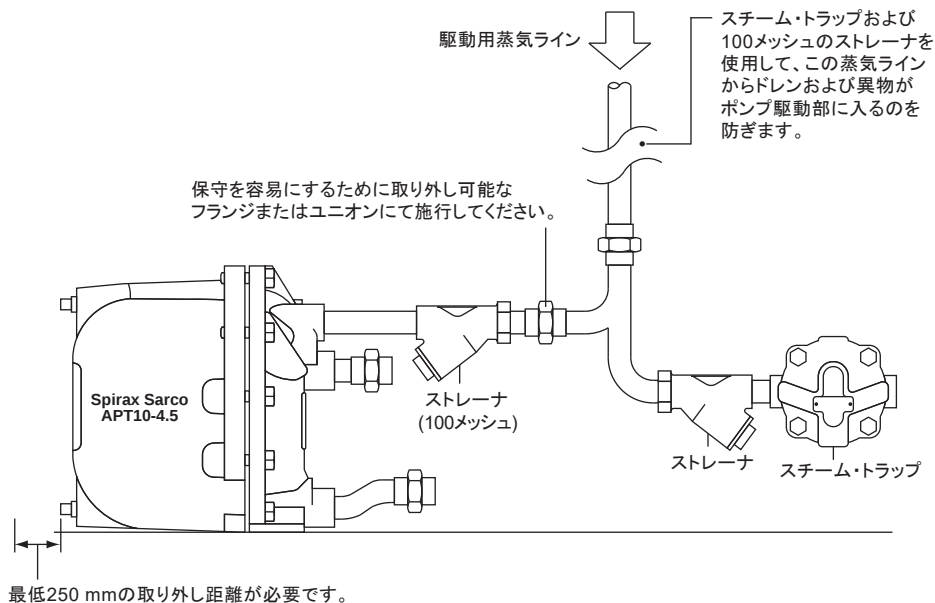
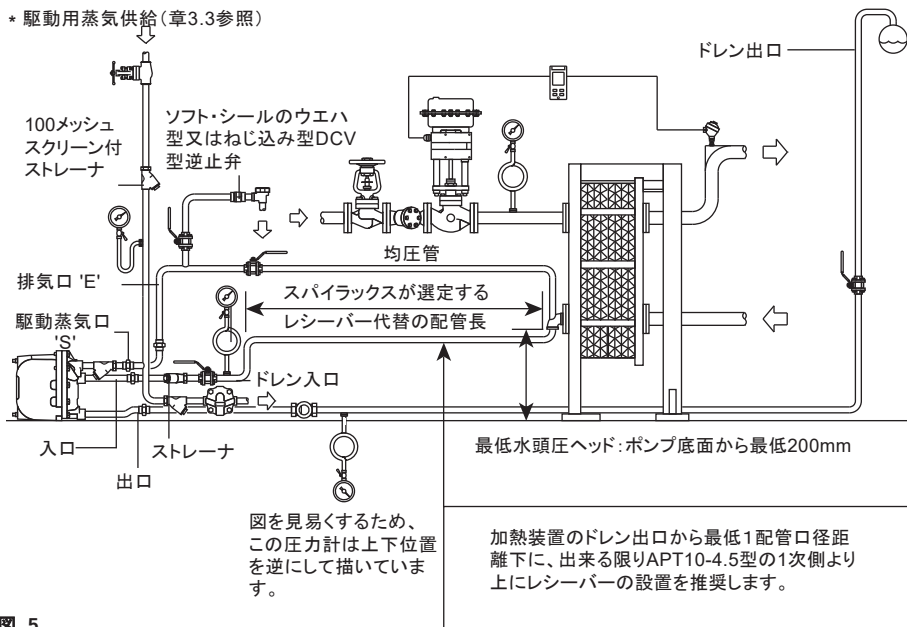

図. 4 駆動用蒸気配管とドレン排出配管の推奨接続
図. 5
このドレン・レシーバー用配管の設置位置は加熱装置の排出口から最低配管の1口径と同等の距離下にする事を推奨します。しかし、出来る限りこのAPT10-4.5型ハイブリッド・プレッシャーポンプの流入管から出来るだけ上にする事を推奨します。尚、APT10-4.5型のドレン入口側には0.8mmバンピング・スクリーンのY字形ストレーナーを取り付けてください。(図5参照)
3.3 接続 (図4の設置図を参照)
APT10-4.5型ハイブリッド・プレッシャーポンプには4個所の配管接続があります。20Aの(IN)と印された接続口は加熱装置のドレン出口と接続します。20Aの(OUT)と印された接続口はドレン戻り管と接続します。(S)と印されている15Aの接続口へ蒸気は駆動用蒸気配管と接続します。この配管は100メッシュのストレーナーで濾過し(図5参照)、スパイラックス製スチーム・トラップを用いて常にドレンを排除されている事が重要です。
均圧管は必ずドレン配管の上部に接続してください。(図5参照)
- 4.1 入口及び出口配管並びに駆動用蒸気配管及び排気管が図4及び図5に示されている方法に従って接続されている事を確認後、駆動用蒸気配管をゆっくり開き蒸気圧力をAPT10-4.5型ハイブリッド・プレッシャーポンプに供給します。排気管/均圧管が何らかの理由で遮断されていない事を確認して下さい。